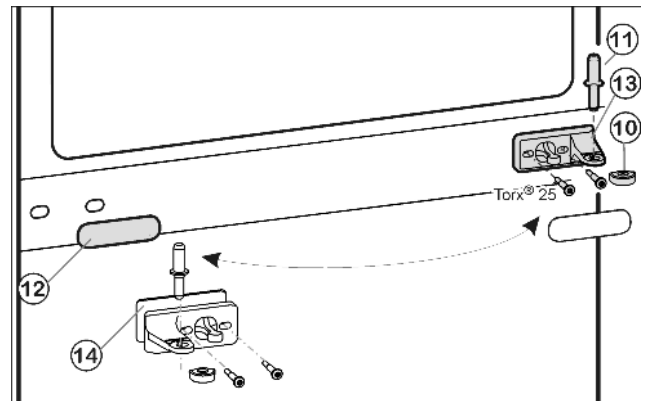
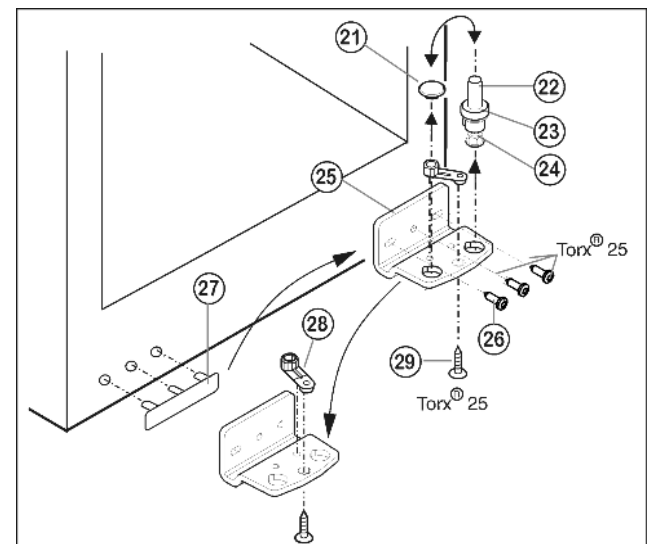

Fig. 9
Fig. 10
- ▶ Lagerbolzen Mitte Fig. 9 (11) aus dem Lagerbock und der unteren Tür herausziehen.
- ▶ Kunststoffkappe Fig. 9 (10) abziehen.
- ▶ Lagerbock Mitte Fig. 9 (13) abschrauben (2 mal Torx® 25).
- ▶ Abdeckblende Fig. 9 (12) vorsichtig abziehen.
- ▶ Lagerbock Mitte Fig. 9 (13) mit Unterlage Fig. 9 (14) um 180° gedreht auf die neue Scharnierseite **fest (mit 4 Nm)** anschrauben.
- ▶ Abdeckblende Fig. 9 (12) um 180° gedreht auf der neuen Griffseite wieder aufrasten.
- ▶ Lagerbolzen Fig. 10 (22) komplett, mit Scheibe Fig. 10 (23) und Stellfuß Fig. 10 (24), nach oben herausziehen.
- ▶ Stopfen Fig. 10 (21) abheben.
- ▶ Lagerbock Fig. 10 (25) abschrauben Fig. 10 (26).
- ▶ Lagerteil Fig. 10 (28) abschrauben Fig. 10 (29) und in das gegenüberliegende Aufnahmeloch des Lagerbocks umsetzen, wieder festschrauben.
- ▶ Griffseitige Abdeckung Fig. 10 (27) vorsichtig abheben und auf die Gegenseite umsetzen.
- ▶ Lagerbock Fig. 10 (25) auf der neuen Scharnierseite ggf. mit Hilfe eines Akkuschaubers **fest (mit 4 Nm)** wieder anschrauben.
- ▶ Stopfen Fig. 10 (21) in das andere Loch wieder einsetzen.
- ▶ Lagerbolzen Fig. 10 (22) komplett, mit Scheibe und Stellfuß, wieder einsetzen. Dabei darauf achten, dass der Rastnocken nach hinten zeigt.
- ▶ Untere Tür von oben auf Lagerbolzen unten Fig. 10 (22) aufsetzen.
- ▶ Die Kunststoffkappe Fig. 9 (10) wieder auf den Lagerbock Mitte Fig. 9 (13) aufsetzen.
- ▶ Lagerbolzen Mitte Fig. 9 (11) auf der neuen Scharnierseite durch den Lagerbock Mitte Fig. 9 (13) in die untere Tür einsetzen.
- ▶ Obere Tür auf den Lagerbolzen Mitte Fig. 9 (11) setzen.
- ▶ Die Türen eventuell über die beiden Langlöcher im Lagerbock unten Fig. 10 (25) und Lagerbock Mitte Fig. 9 (13) fluchtend zum Gerätegehäuse ausrichten. Dazu mittlere Schraube im Lagerbock unten Fig. 10 (25) herausdrehen.